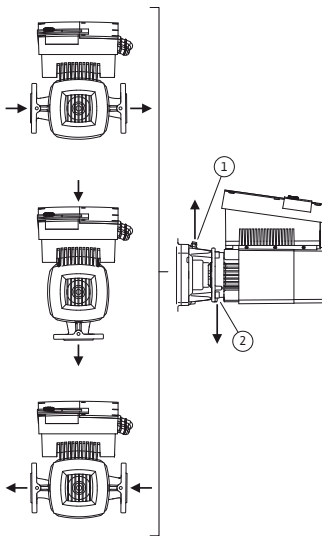

fig. 21: Posizioni di montaggio ammesse con albero del motore orizzontale
Le posizioni di montaggio ammesse con albero del motore orizzontale sono illustrate alla fig. 21. Ogni posizione di montaggio è consentita tranne "modulo elettronico verso il basso". Lo sfiato della pompa è garantito solo se la valvola di sfiato è rivolta verso l'alto (fig. 21, pos. 1).
Solo in questa posizione il condensato formatosi può defluire attraverso il foro presente (fig. 21, pos. 2).